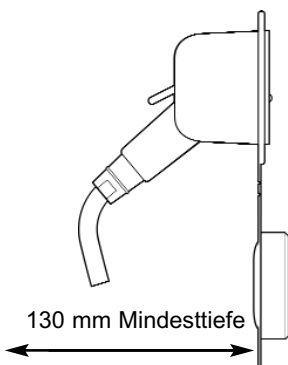

Fig 1 Normale Montageposition - angewinkelte Halterung
1. Wählen Sie einen geeigneten Ort über der Wasserlinie und schneiden Sie ein rundes Loch mit einem Durchmesser von 82 mm (Siehe Abb. 1 und 2). Bitte beachten: Minimaldicke der Montageoberfläche: 3 mm; Maximaldicke der Montageoberfläche: 19 mm